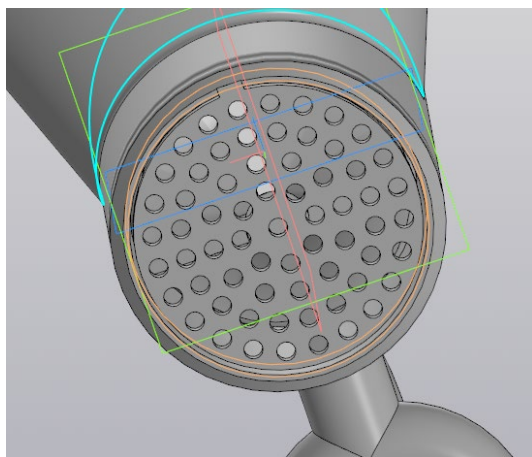

Рисунок 87 – Установка матрицы в паз корпуса
- вставьте матрицу в паз корпуса (рис. 87),